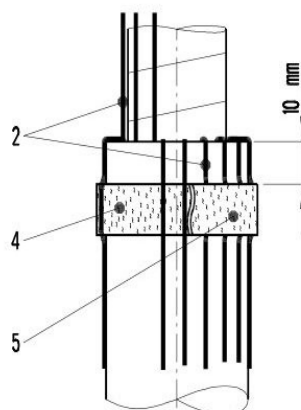

FIGURA 2
Limpar bem a camada externa do cabo (1) e passar uma volta de FITA DE VEDAÇÃO (4) dobrando os fios individualmente e uniformemente em toda a volta como indicado na FIGURA 2. Apertar os fios (2) para dentro da FITA DE VEDAÇÃO (4) passando uma segunda volta DE FITA DE VEDAÇÃO (5). Apertar sobre a segunda camada de FITA DE ISOLAÇÃO a fim de assegurar que os fios (2) estejam selados. Fixe os fios (2) da malha de aterramento (2) com FITA ISOLANTE como indicado na FIGURA 2.